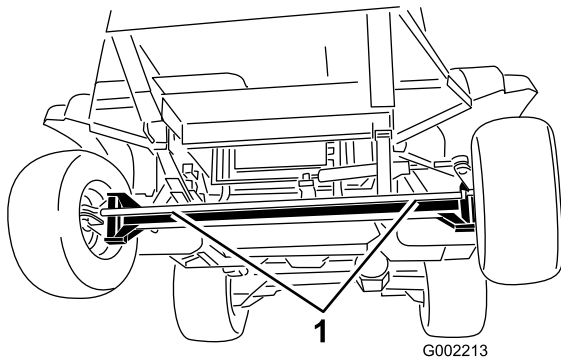
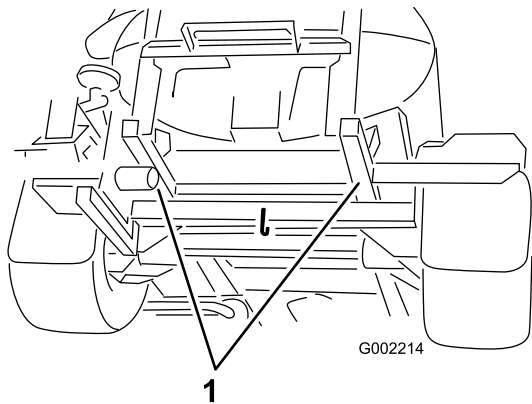

图 57
图 58
4. 将拖绳系在机架上请参照前、后拖曳点图 57 和 图 58。